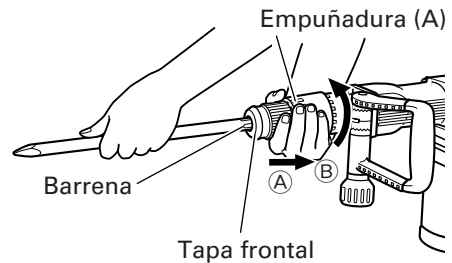
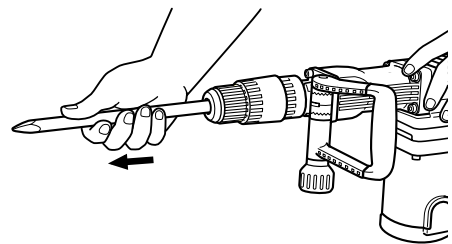

Fig. 2
Fig. 3
- (1) Limpie la parte del vátago de la herramienta.
- (2) Como se muestra en la Fig. 2, tire de la empuñadura (A) en el sentido de Ⓐ, y después ineerte la herramienta en el orificio de la tapa frontal de forma que pueda girarse girándola en el sentido de Ⓑ.
- (3) Ajuste la posición de la ranura girando la herramienta, y después inserte más hasta que ésta toque el extremo del orificio.
- (4) Devuelva la empuñadura (A) a su posición original, tire de la herramienta para asegurarse de que haya quedado completamente bloqueada. (Fig. 3)
Como se muestra en la Fig. 2, tire de la empuñadura (A), y después tire de la herramienta girándola más en el sentido de ②.